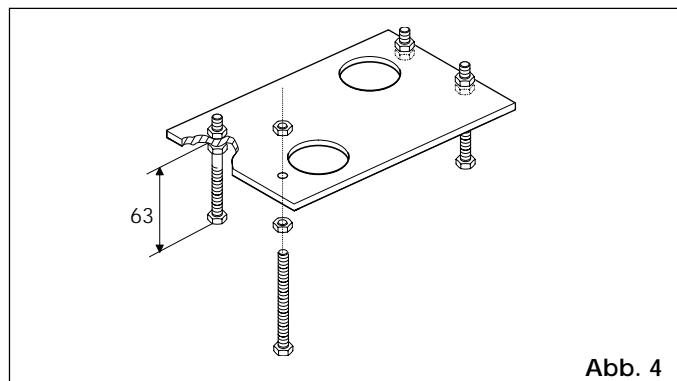

Abb. 4
- 1) Die Fundamentplatte gem. Abb. 4 vorbereiten.